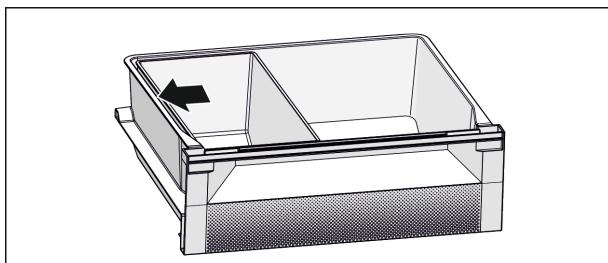

Fig. 6
- Umiestnite misku Fish & Seafood. Zobrazenou polohou Fig. 6 () získate optimálnu chladiacu funkciu.